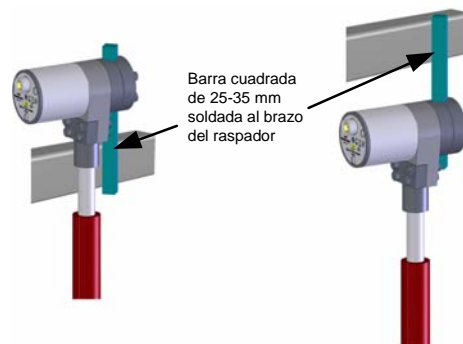

Figure 3: Fijación del sensor encima o debajo del brazo de la pala del raspador.
- El cabezal puede montarse debajo o encima del brazo de la pala del raspador (Figure 3). En ambos casos el cabezal debe encontrarse lo más alejado de la mezcla posible con el fin de mantenerlo razonablemente limpio y minimizar el desgaste.